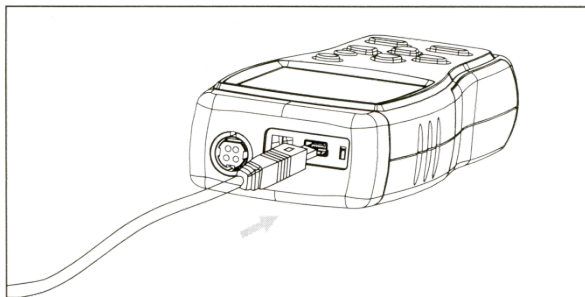

Рис. 3
- 4) Вставьте один конец кабеля USB в разъем на верхней части прибора, как на рис. 3